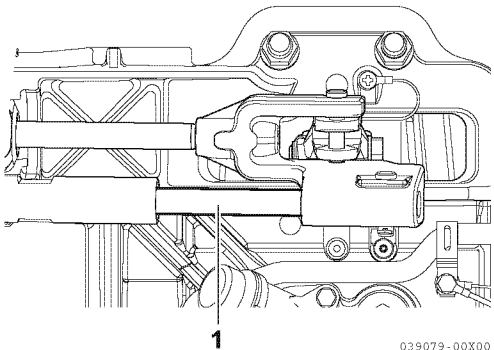

Figura 6
2. Gire el volante de dirección hasta que el cable de dirección se encuentre totalmente extendido (1, **Figura 6**). Lubrique ligeramente la parte expuesta del cable.